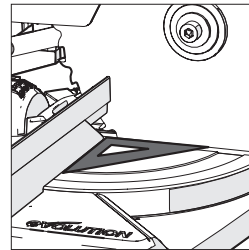

Abb. 14
- Legen Sie ein Zeichendreieck auf den Tisch. Dabei muss die eine kurze Seite am Anschlag und die andere kurze Seite am Sägeblatt anliegen (vermeiden Sie dabei den Kontakt mit den Hartmetallspitzen der Sägeblattzähne). (**Abb. 14**)